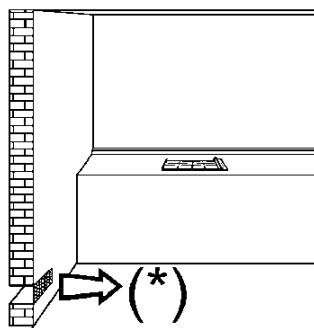
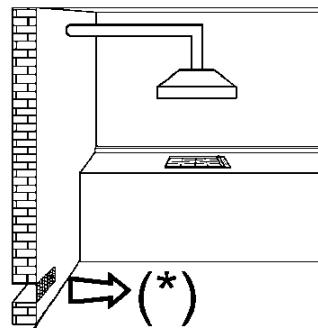
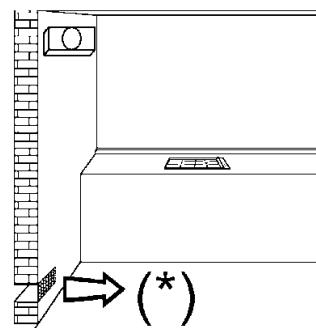

FIG. 3
FIG. 4
FIG. 5
- *el uso de un aparato de cocción a gas produce calor y humedad en el local donde ha sido instalado. En consecuencia, es necesario garantizar una buena ventilación del local manteniendo libres de obstáculos las ranuras de ventilación natural (fig. 3) y activando un dispositivo mecánico de ventilación (campana de aspiración o electroventilador fig. 4 y fig. 5).*